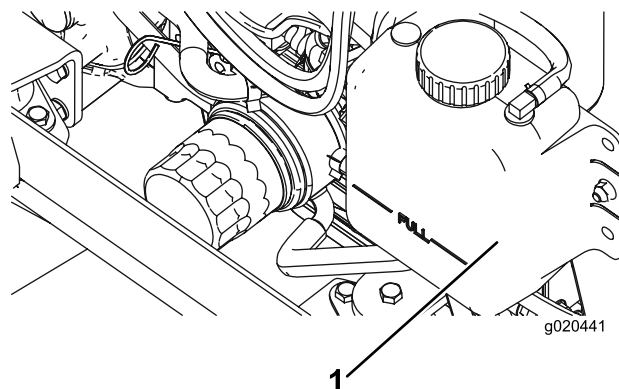

Figure 73
1. Retirez le bouchon du radiateur et le bouchon du vase d'expansion avec précaution (Figure 73).